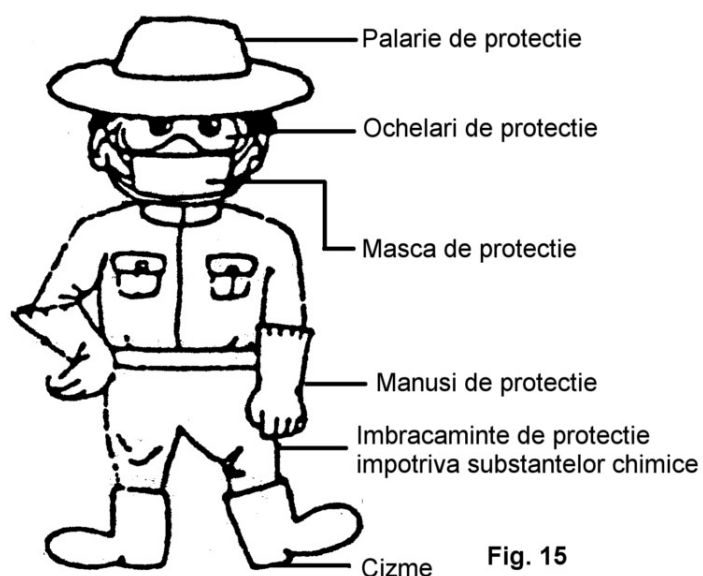

Fig. 15
2. **Echipament de protectie (Fig. 15).**